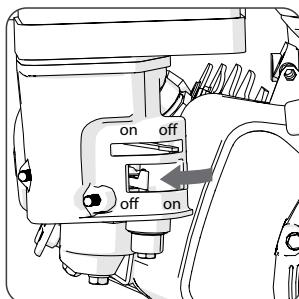

Abb. 5
- Stellen Sie den Kraftstoffhahn auf 'OFF'. (**Abb. 5**)